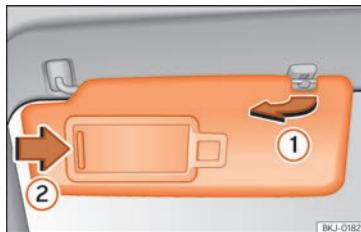

Fig. 148 Parasol del lado del conductor.
- El parasol puede extraerse de la fijación y girarse hacia la puerta » **fig. 148 ①**.